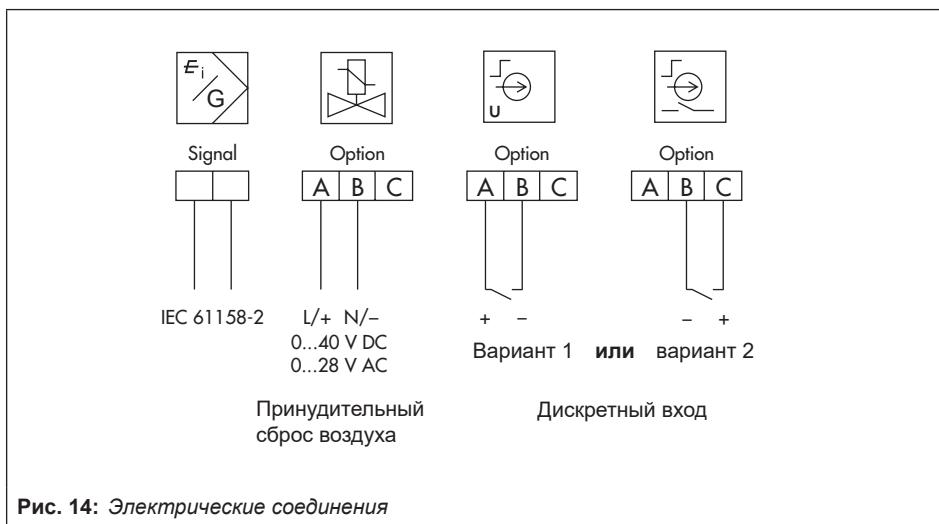

Рис. 14: Электрические соединения
Доступен только дискретный вход (вариант 1 или вариант 2), см. Рис. 14, стр. 53.
3. Проложите кабели к клеммам корпуса в соответствии с расположением клемм (см. Рис. 14, стр. 53).